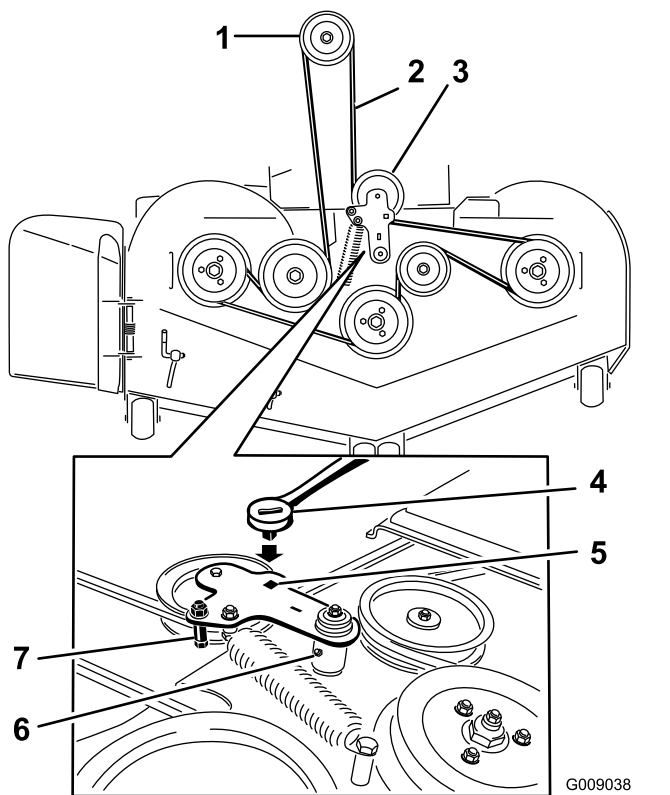

Figure 99
- Soulevez le bac de plancher et insérez un rochet dans le trou carré de la poulie de tension du tablier (Figure 99).
- Tournez la poulie de tension dans le sens horaire et déposez la courroie du tablier (Figure 99).